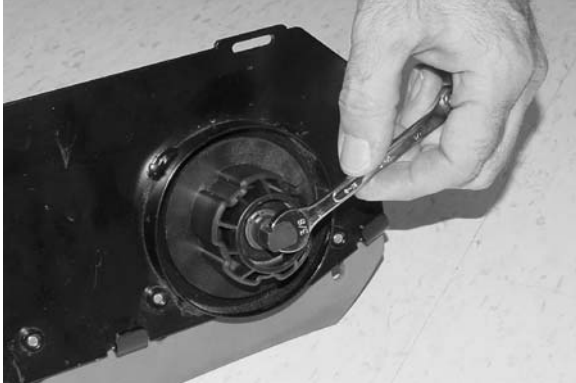

FIG. 26
5. Quand vous ajustez la brosse avant, tournez l'arbre dans le sens des aiguilles d'une montre pour abaisser l'extrémité de la brosse. Quand vous ajustez la brosse arrière, tournez l'arbre dans le sens contraire des aiguilles d'une montre pour abaisser l'extrémité de la brosse. Resserrez-la vis Allen après l'ajustement (Figure 26).